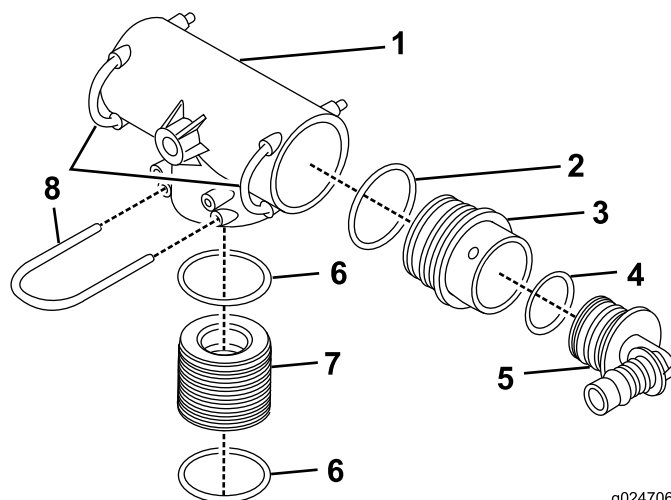

Figure 24
1. Assemblez le raccord en T (Figure 24).